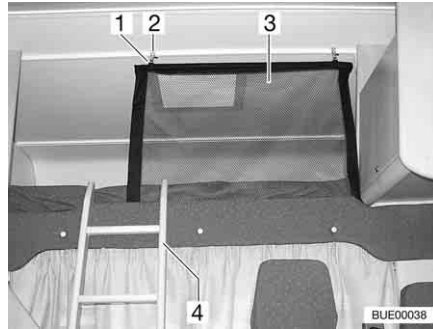
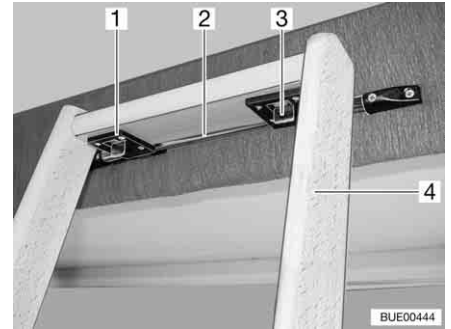

Bild 110 Alkovesäng
Bild 111 Stege, låsning
Stege För att komma upp i alkovesängen ska man alltid använda den medföljande stegen (Bild 110,4 och Bild 111,4).
- Fäst stegens två krokar (Bild 111,1) på stången (Bild 111,2) på alkovesängens kant.
- Skjut de två spjällarna (Bild 111,3) framåt.
Skyddsnet Skyddsnetet (Bild 110,3) är standard. Det ligger mellan madrassen och ribbotten. Skyddsnetet ska först monteras när personerna som ska sova där befinner sig i alkovent.
- Haka fast hållaren (Bild 110,1) i öglorna i taket (Bild 110,2).